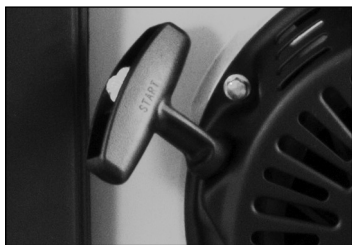
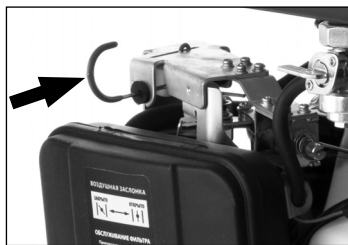

рис. 9
рис. 10
8.2. Запуск с помощью ручного стартера. Поставьте рычаг привода воздушной заслонки в положение «Закрыто» (рис. 8). Установите ключ зажигания в положение «ВКЛ» (рис. 7). Медленно вытащите шнур ручного стартера, а затем быстро потяните его (рис. 9). По мере прогрева двигателя постепенно переместите рычаг воздушной заслонки в положение «Открыто» (рис. 10).